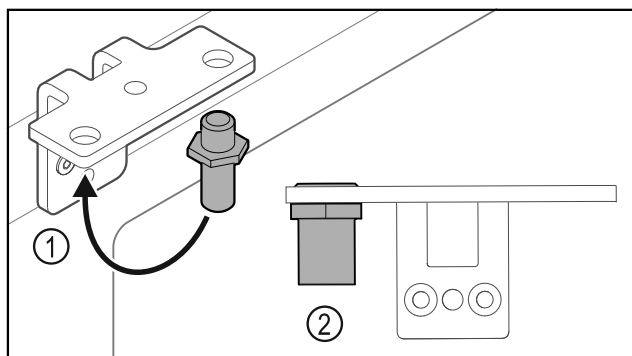

Fig. 38
- ▶ Sett om bolten Fig. 38 (1) i hengselvinkelen.
- ▶ Trekk til bolten Fig. 38 (2) med **et tiltrekingsmoment på 12 Nm**.